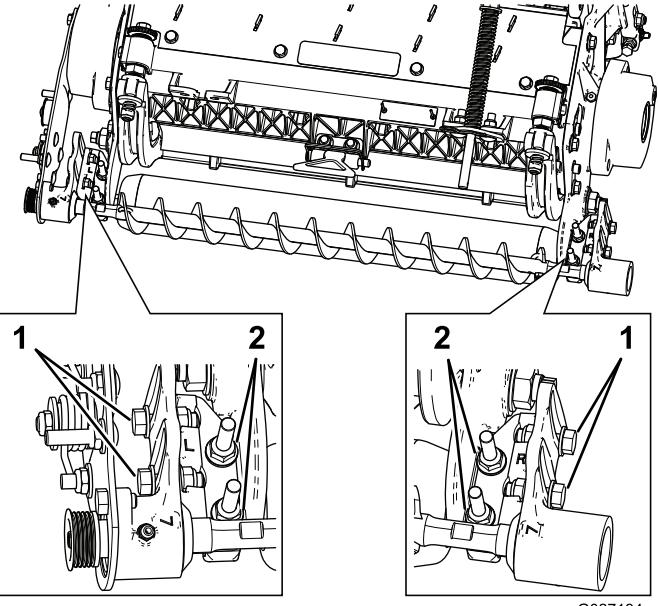

Bild 13
- Lösen Sie die zwei Sicherungsbundmuttern, mit denen die Befestigungshalterung der Rollenbürste an der Seitenplatte des Mähwerks befestigt ist (Bild 13).
- Drehen Sie das Lagergehäuse der Rollenbürste so lange, bis die Bürstenplatte mit der Seitenplatte des Mähwerks parallel ist (Bild 13).
- Ziehen Sie die zwei Sicherungsbundmuttern fest, mit denen die Befestigungshalterung der Rollenbürste an der Seitenplatte der Schneideeinheit befestigt ist (Bild 13).
- Lösen Sie die zwei Schrauben, mit denen jedes Lagergehäuse der Rollenbürste an der Befestigungshalterung der Rollenbürste montiert ist (Bild 13).